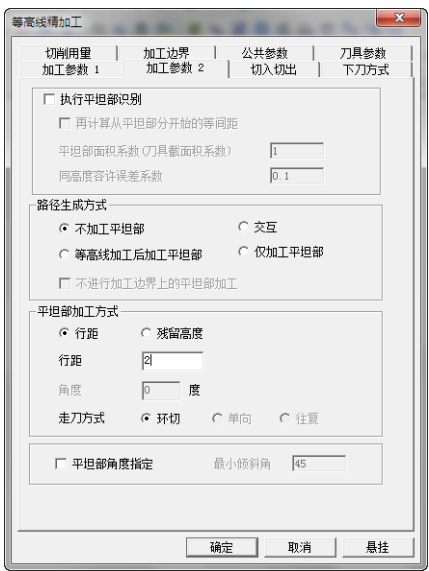

图 8-173 “加工参数 2”选项卡
2) 单击“加工参数 2”选项卡,设置“路径生成方式”为“不加工平坦部”,由于对生产轨迹没有影响,其余加工参数选系统默认,具体如图 8-173 所示。